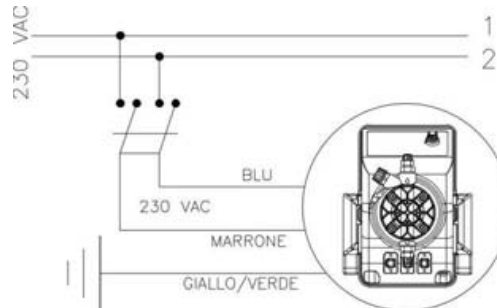

Abb. 4
1. **Zu prüfen, dass diese elektrisch mittels Lösen der Leitungen von den Kontaktstellen zum Netz durch Öffnen des allpoligen Schalters mit einem minimalen Kontaktabstand von 3mm ausgeschaltet wurde (beide Polaritäten) (Abb. 4)**
1. Zu prüfen, dass diese elektrisch mittels Lösen der Leitungen von den Kontaktstellen zum Netz durch Öffnen des allpoligen Schalters mit einem minimalen Kontaktabstand von 3mm ausgeschaltet wurde (beide Polaritäten) (Abb. 4)
- b.- Beachten Sie die in den verschiedenen Ländern gültigen Bestimmungen zur elektrischen Installation (Abb. 4).